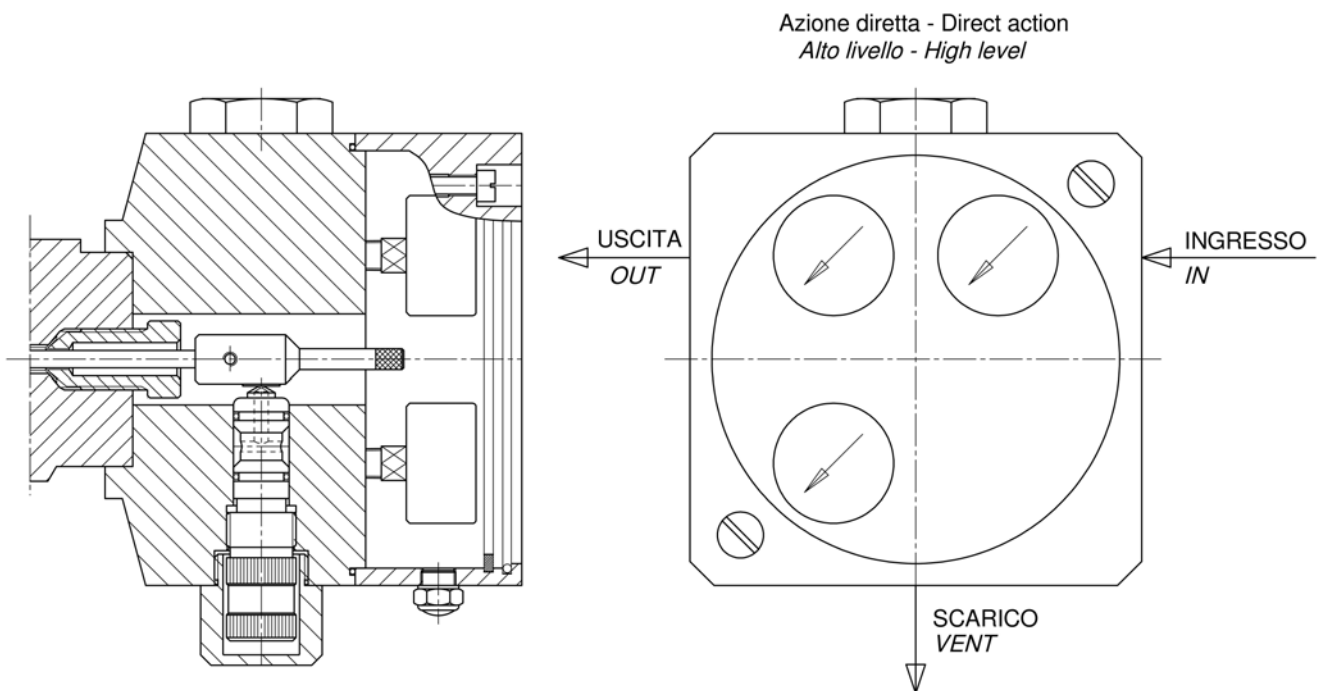

Fig.3
### **Azione Diretta ( Alto livello ) - rif. fig.1 e fig.3 -**
Quando il livello nel serbatoio raggiunge il sensore (7) e lo sommerge per circa metà, la spinta idrostatica diminuisce la forza-peso del sensore con la conseguente riduzione della flessione del tubo (5) e dell'astina (45) : l'otturatore (16) è portato a battuta contro l'ugello (33) ; nella camera - A - si forma progressivamente pressione ed al 40% circa della pressione di alimentazione ( manometro 26 ) lo stelo (39) commuta mettendo in comunicazione l'uscita - OUT - con l'ingresso - IN -. All'abbassarsi del livello nel serbatoio, la spinta idrostatica diminuisce lasciando agire il peso del sensore (7) il quale incrementa la flessione del tubo (5) e dell'astina (45): l'otturatore (16) viene sollevato con la conseguente apertura dell'ugello (33); la pressione della camera - A - viene scaricata e lo stelo distributore (39), ritornato come in fig.3 spinto dalla molla (37), mette in comunicazione l'uscita - OUT - con lo scarico - VENT -.